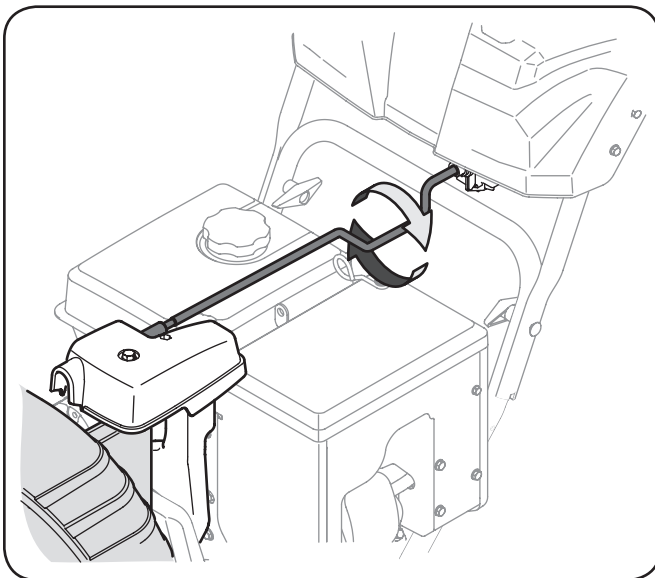

Figura 4-3
4. Agarre la parte dentada de la barra de control tolva y girar manualmente el conjunto de la canaleta hacia la derecha o hacia la izquierda. Ver la Figura 4-3.